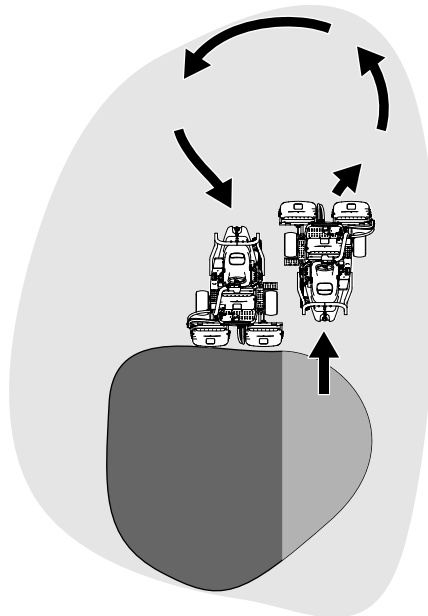

図 22
6. Uターンするとき、一旦反対側にハンドルを切ってから旋回すると、楽に、しかも効率良く回ることができて次の列そろえが楽になります。反対側に軽く振ってから旋回すると雨だれ形の旋回 図 22 になって、スムーズに次の列に入ることができます。